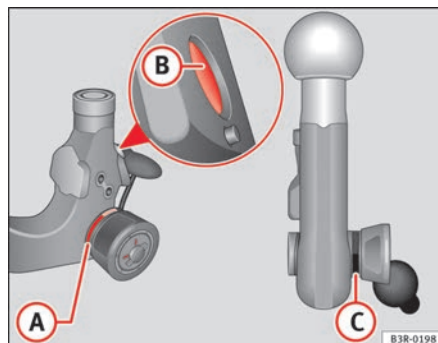

Fig. 159 Dispositivo di traino asportabile Gancio a testa sferica
- Controllare che il contrassegno rosso **A** ⇒ fig. 159 della rotella si trovi in corrispondenza del contrassegno nero sul gancio.